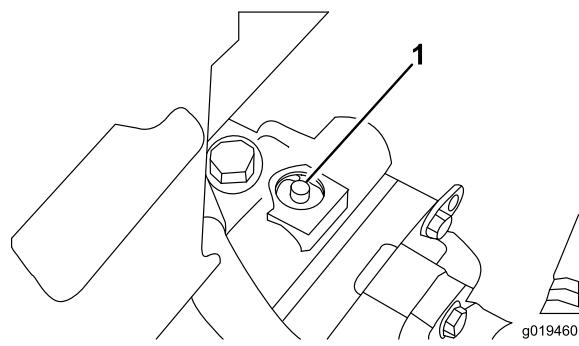

図 40
- バイパスバルブは可変吐出ポンプ図40の上部に取り付けられている。バルブを右または左に90°回転させると内部でバイパスが形成される。これにより、トランスマッisionを破損することなく、機械を押して低速で移動できるようになる。